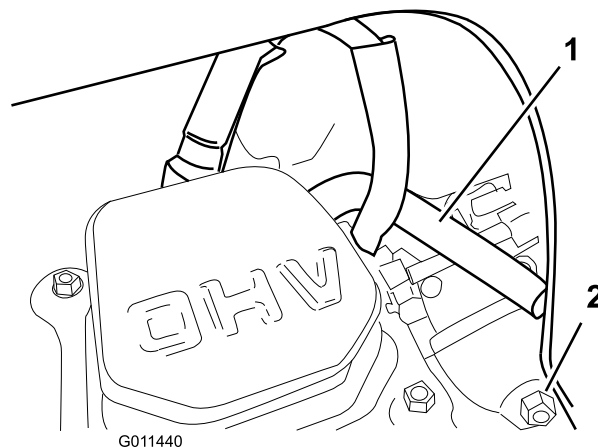

**Figure 35**
11. Réglez l'écartement des électrodes à 0,76 mm (0,030 po) (Figure 35).